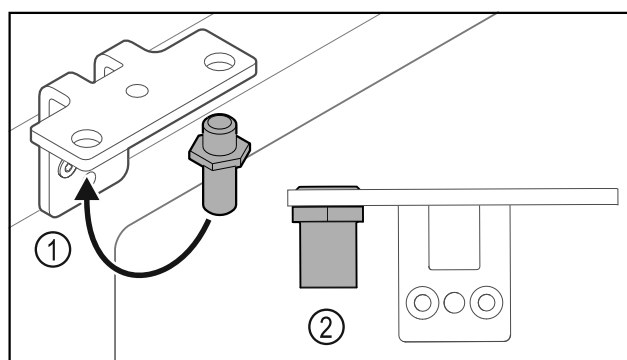

Fig. 24
- Pārļieciat tapu Fig. 24 (1) lokāmajā kronšteinā.
- Pievelciat tapu Fig. 24 (2) ar **griezes momentu 12 Nm**.